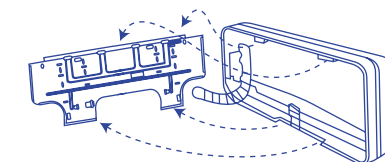

Рис. 12
- 3) Установите внутренний блок, надежно закрепив его на монтажной пластине (рис. 12)